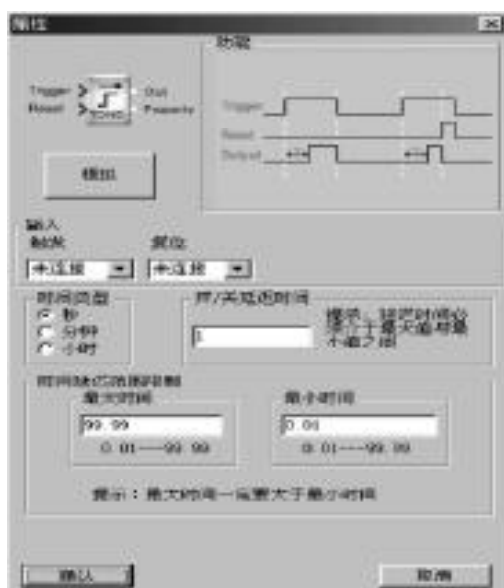

图 3.14 带有定时器的功能块属性设置
1. 帶有时序的功能块功能属性其属性设置如图 3.14 所示